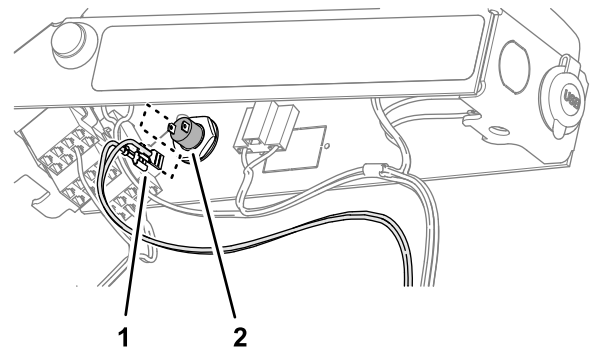

Figura 100
4. Conecte los terminales de la rama del arnés de cables marcada REMOTE ENGAGE SWITCH a los terminales del interruptor de botón (Figura 100).